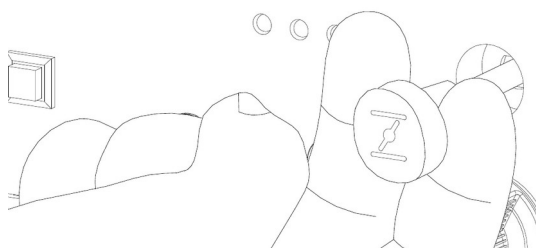

FIG. 6 — Starter
- 3) Ouvrez l'évent du bouchon du réservoir (3).
- 4) Tournez l'interrupteur carburant et moteur (G) sur ON.
- 5) Moteur froid, tirez le starter (F) pour fermer l'air (FIG. 6). Moteur chaud, ce n'est pas nécessaire.